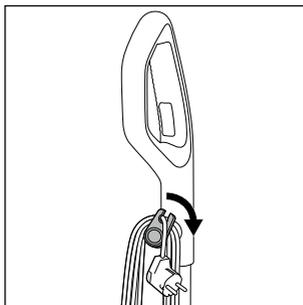

Fig. 16
- ◆ Vikl strømledningen **17** helt af ledningsholderne foroven og forned **16/20**. For hurtigt at kunne vikle strømledningen **17** af ledningsholderne **16/20**, kan du trække den øverste ledningsholder **16** lidt ud og dreje den ned (se fig. 16).